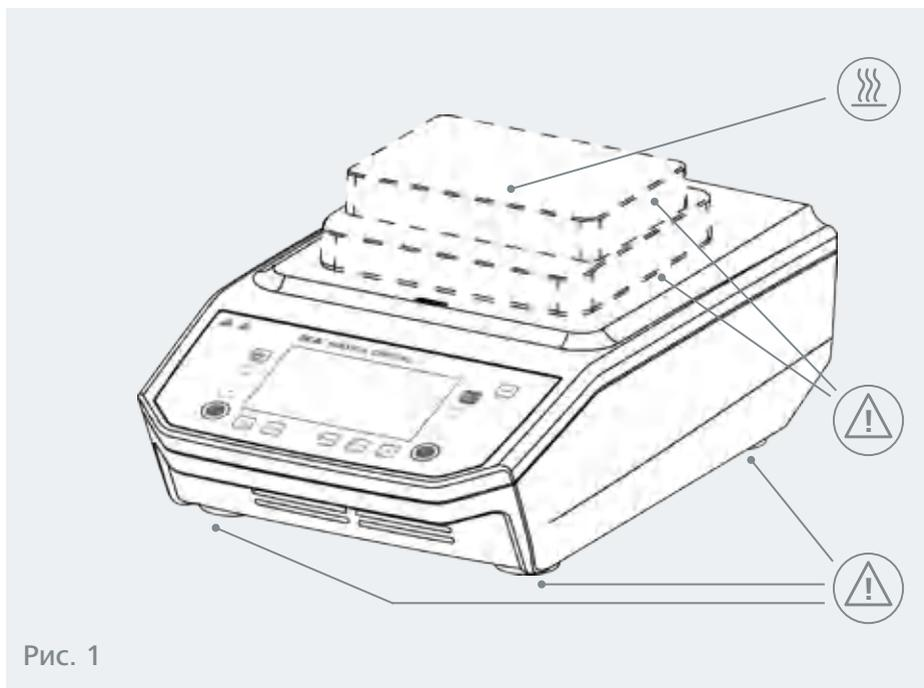

Рис. 1
- › Обратите внимание на опасные части прибора, указанные на Fig. 1.
- › Ни в коем случае не прикасайтесь к движущимся деталям (опасность защемления, ударов и порезов, на рис. 1 показаны опасные зоны).